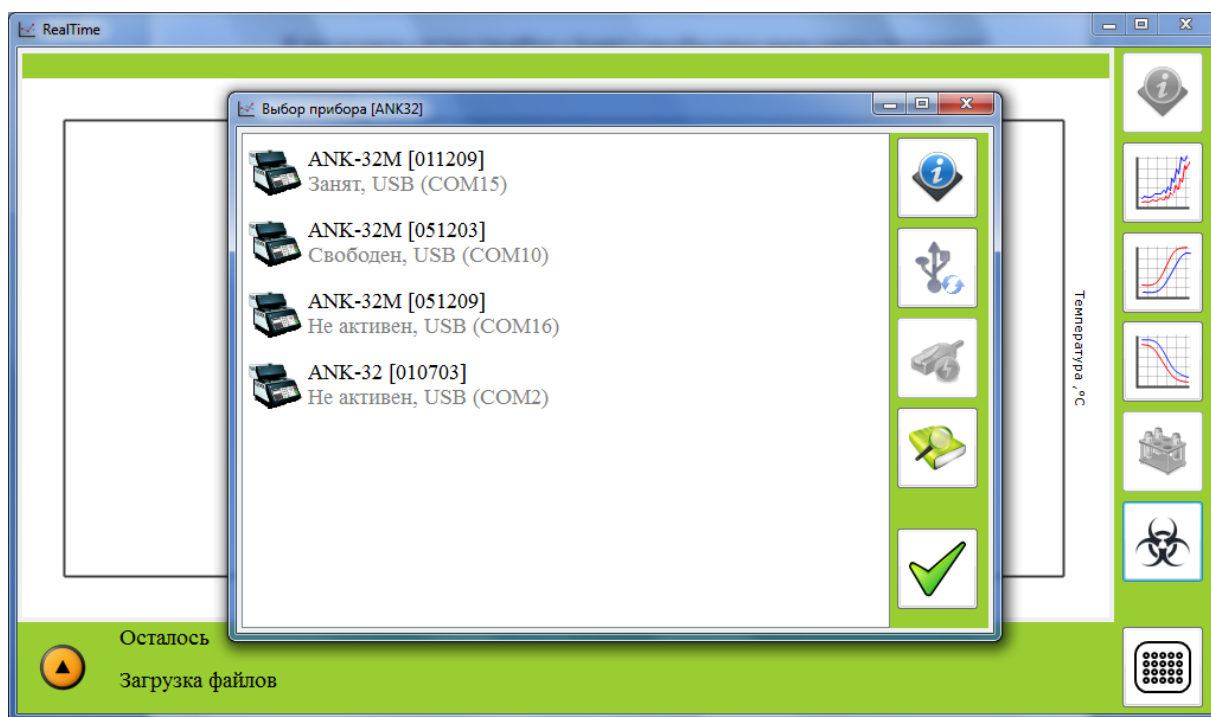

Рис. 4.26 Окно «Выбор пробора»
- вызвать контекстное меню (рис. 4.26), обновить COM-порт, нажав кнопку «». Процесс занимает некоторое время (до 2 минут).
- переход к окну «выбор прибора» (рис. 4.26).